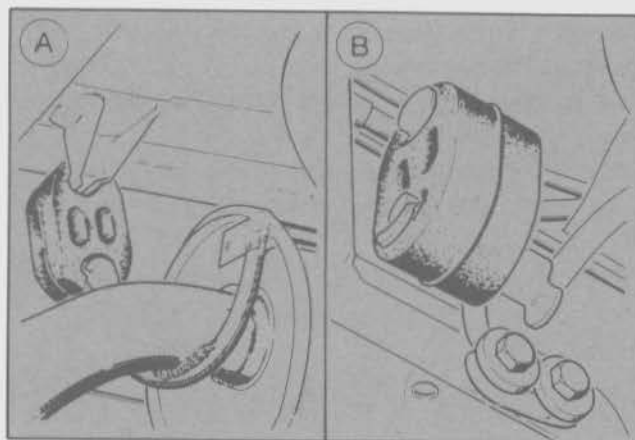

Fig. 35 - Aislador trasero del escape
- Instalar el aislador trasero del sistema de escape (Fig. 35).